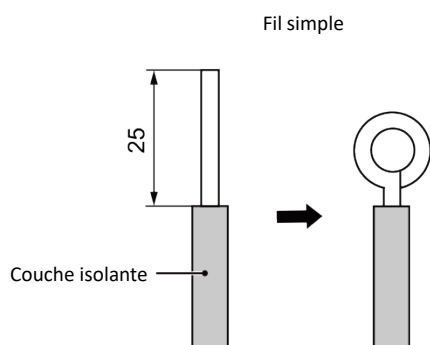

Fig. 5.1.1
- 1 Connexion d'un seul fil de dérivation (comme illustré à la Fig.5.1.1)